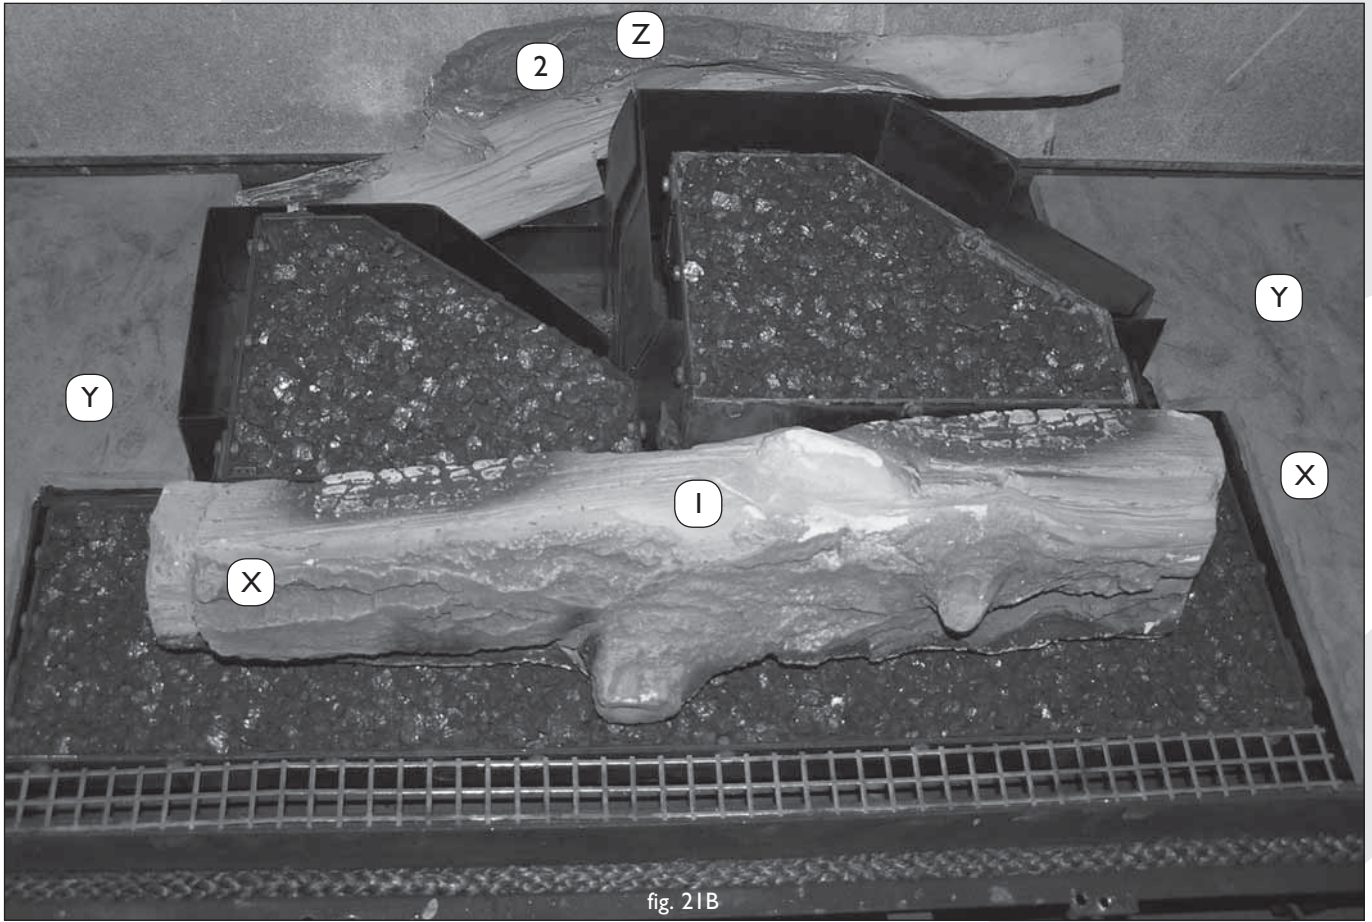

fig. 21B
- Plaats stam 1 en 2 zoals aangegeven in fig. 21B. Let op dat stam 1 tegen de nokken (y) wordt aangelegd, zodat de afstand x links en rechts ongeveer gelijk is. Stam 2 positioneren op de blokkensteun (z), welke zich aan het luchtgeleidingsschot C bevindt.